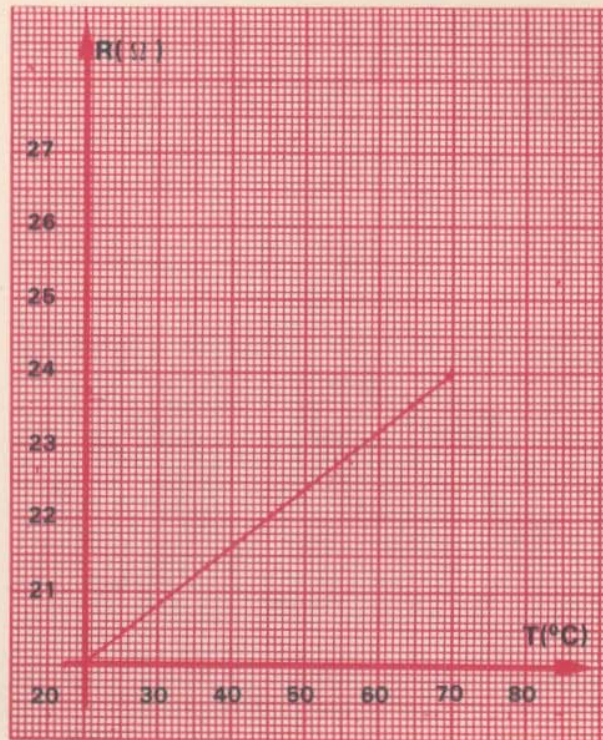

figura 13
- E8** — A figura 13 mostra o gráfico $R \times T$ para um fio de platina. A partir do gráfico, determine: